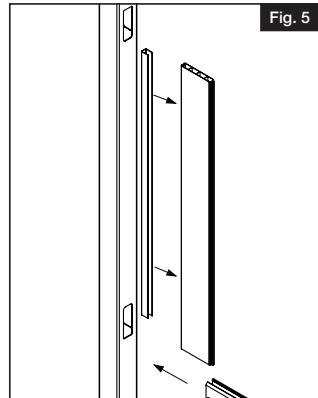

Fig. 5
- b. Faire glisser/enclencher le profilé en U sur la première planche à rainure et languette (Fig. 5).